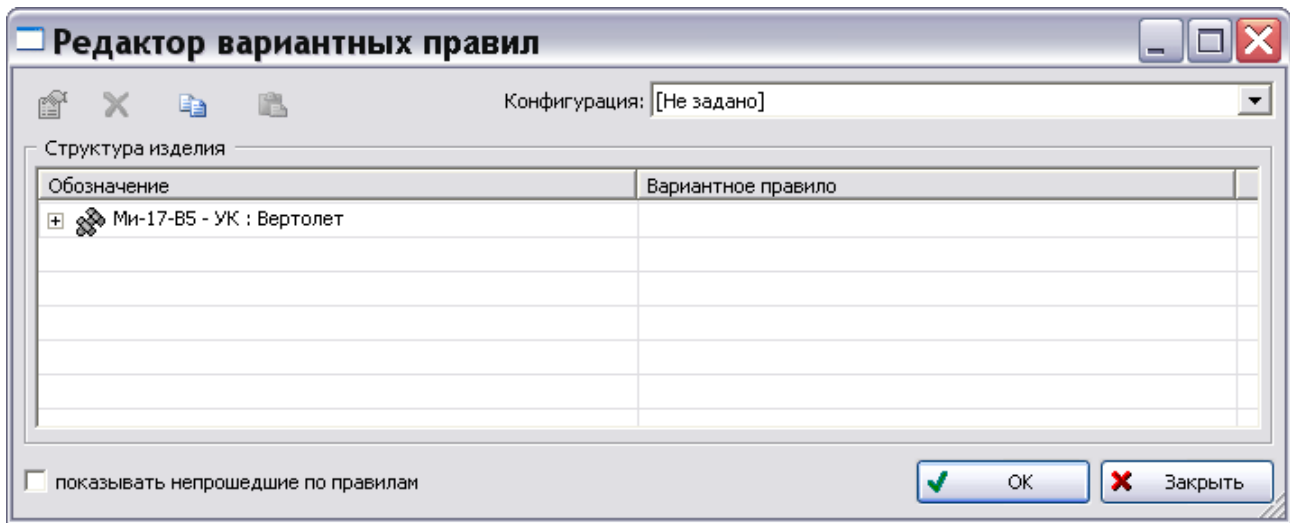

Рис. 62
2. Для загрузки редактора вариантных правил в меню АРМ-ы выберите пункт **Управление конфигурацией** и в списке редакторов укажите **Редактор вариантных правил**. После этого откроется диалоговое окно **Редактор вариантных правил** (Рис. 62).